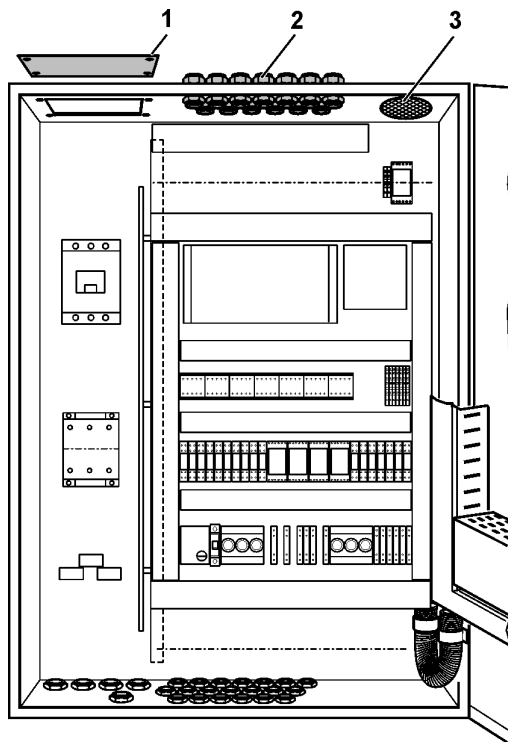

Рис. 12 Подключение модуля
- Снять крышку (Рис.12, поз. 1) и установить вывод для подключения силового кабеля.